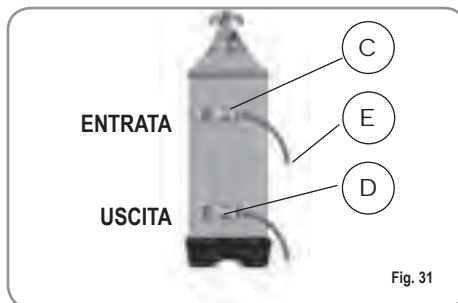

Fig. 31
- 1) Spegner la macchina e mettere un recipiente della capacità di almeno 5 litri sotto il tubo E (Fig. 31).